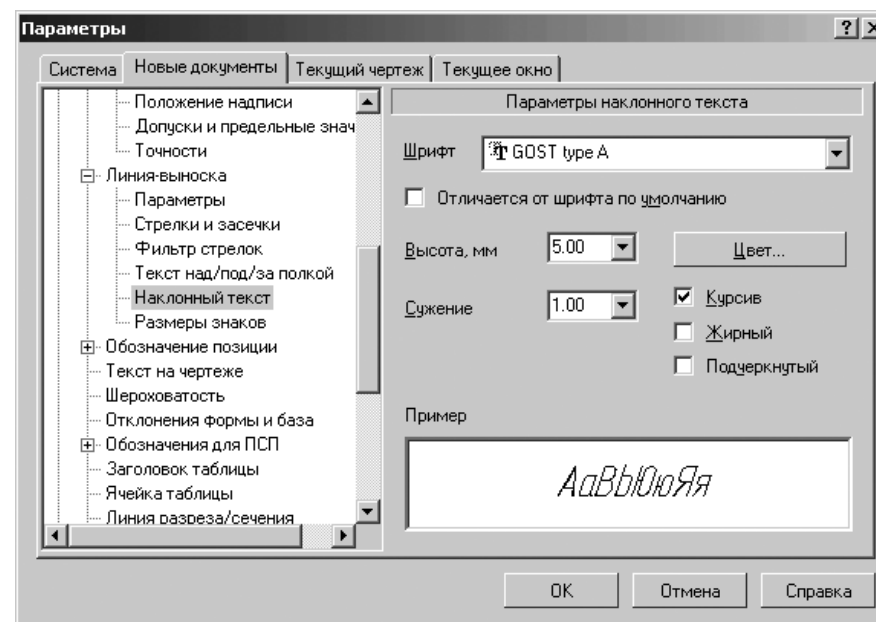

Рис. 10.38. Диалоговое окно **Параметры** с открытой вкладкой **Новые документы** и панелью **Параметры наклонного текста**
- щелкните в списке настраиваемых элементов **Линия-выноска** по пункту **Наклонный текст**. В правой части появится панель **Параметры наклонного текста**, показанная на рис. 10.38;